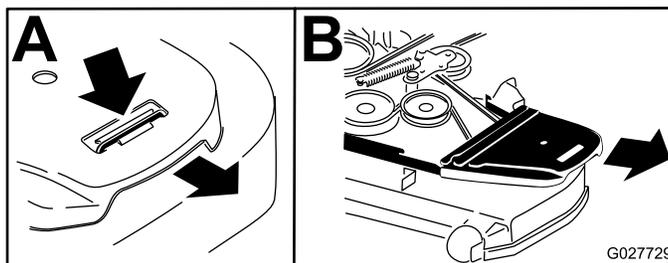

Figura 81
6. Rimuovete i copricinghia e i relativi bulloni (Figura 81).